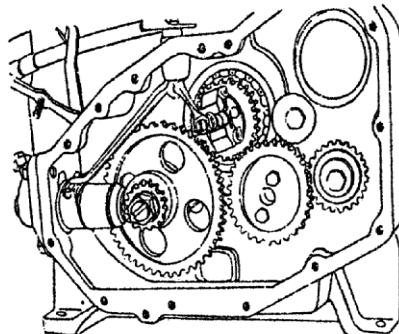

рис. 6
- При установке коленчатого вала, маховикового уравновешивающего механизма и распределительного вала на блок цилиндра, абсолютно необходимо, чтобы метки на всех шестернях были совмещены друг с другом, как показано на Рис. 6.